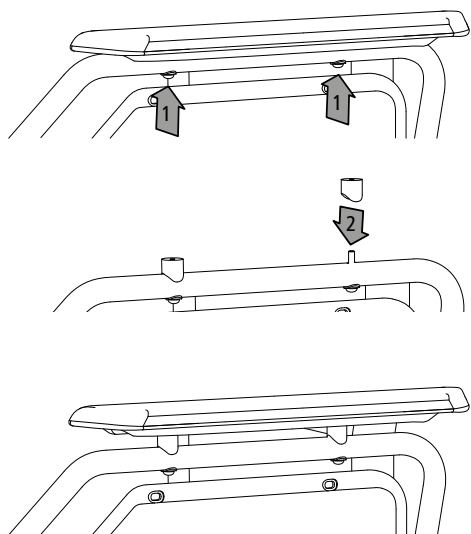

Abb. 36
1. Börja med att lossa de två skruvarna som fäster armstödet mot ramen (1, bild 36).
2. Ta därefter bort armstödet från ramen och placera vardera en distans ovanför varje skruvhål (2, bild 36) på ramen.